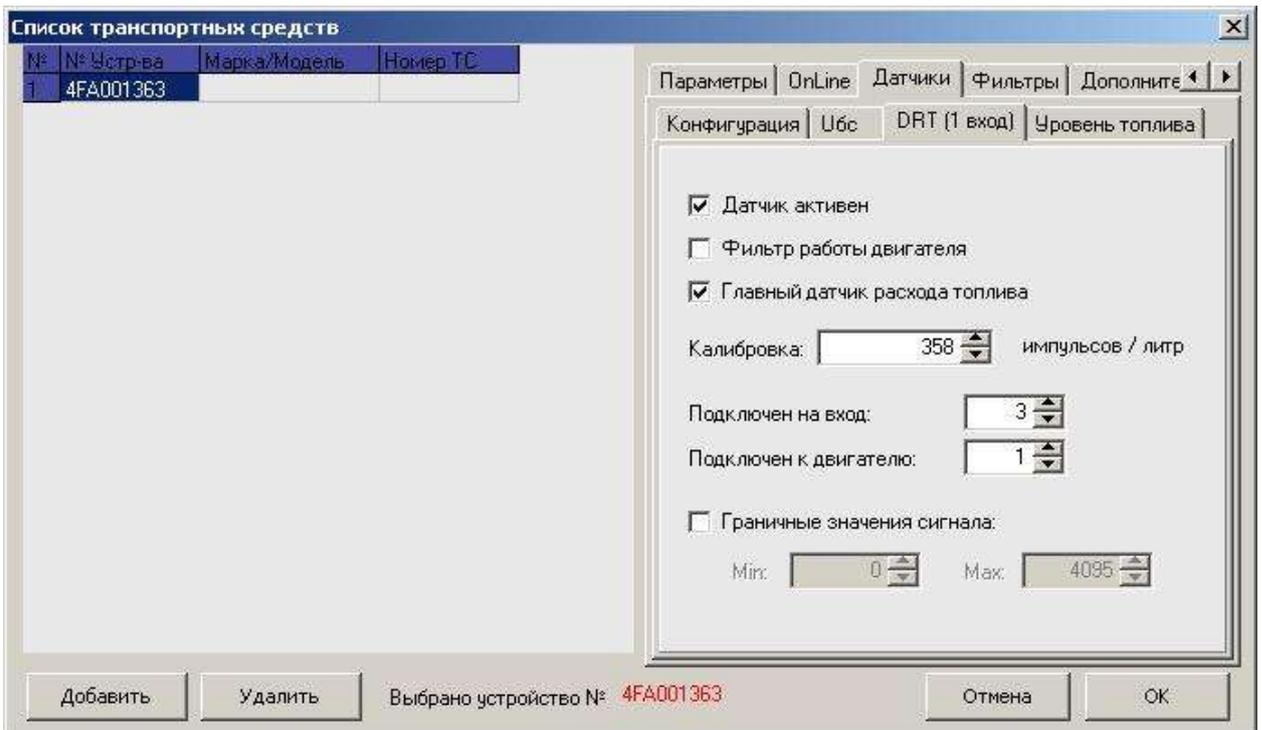

Рисунок 3
3.4. В поле Калибровка устанавливается количество импульсов на литр, рассчитанное при калибровке NozzleCrocodile (Рис. 3):